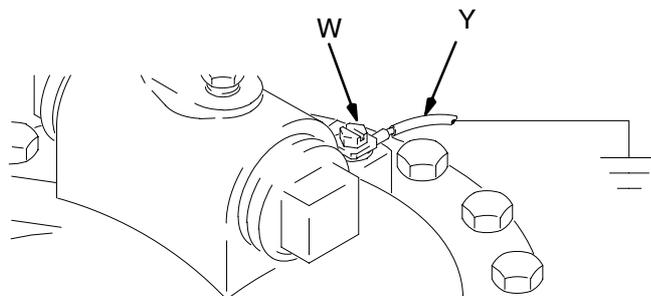

Fig. 1
- **Tanque antipulsaciones:** Conecte un cable de conexión a tierra y una brida y sujételo como se muestra en la Fig. 1. Afloje el tornillo de conexión a tierra (W). Inserte un extremo de un cable de conexión a tierra de un mínimo de 1,5 mm² (Y) detrás del tornillo de conexión a tierra y apriete éste firmemente. Conecte el extremo con la brida del cable de conexión una tierra verdadera. Pida el cable y la brida de conexión a tierra, ref. pieza 222011.